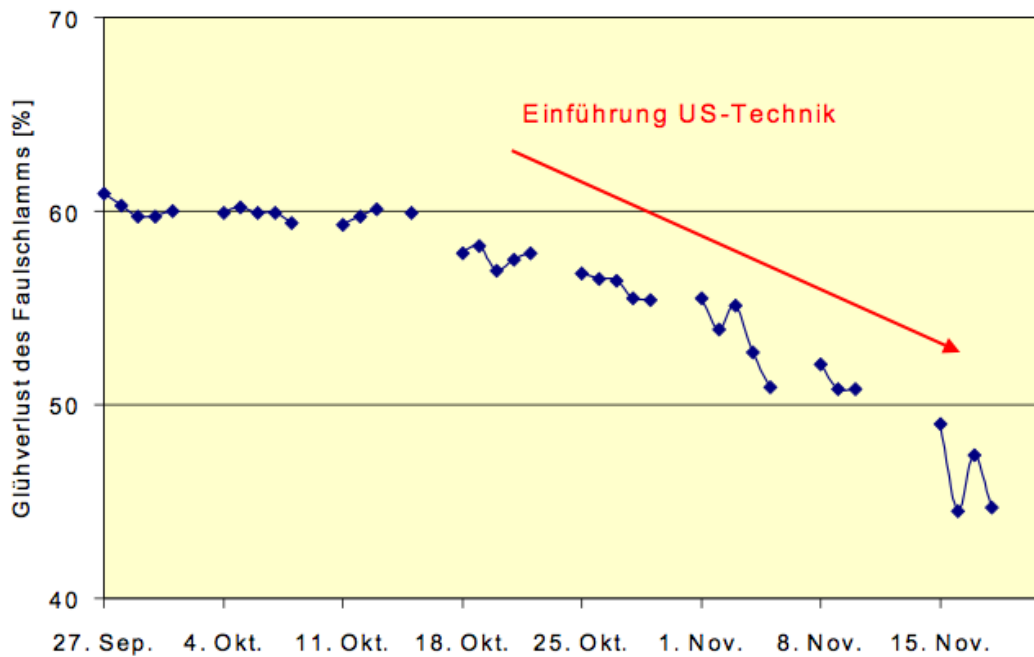

Abbildung 2: Reduzierung des Glühverlusts seit Einführung der Ultraschalltechnik.
- Reduzierung des Glühverlustes im Faulschlamm von 61% auf 45% (Abbildung 2)